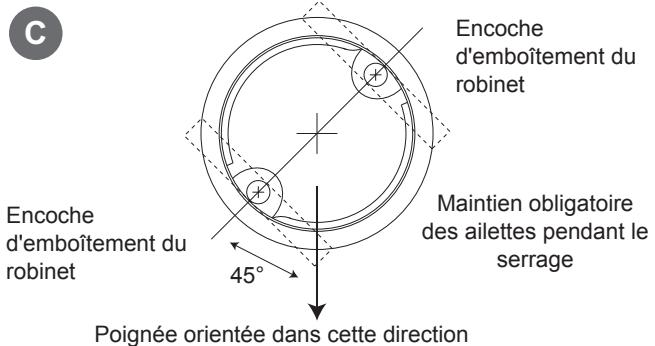

Figure 5
- C. Pour procéder à cette opération, regardez à travers le socle. Avant de serrer les boulons, déterminez l'angle de rotation correct du socle. La position finale de la poignée doit former un angle de 45° avec les têtes des boulons. Reportez-vous à la figure 5 pour déterminer la position la mieux adaptée à votre installation. Maintenez chacune des ailettes de fixation dans la position requise en passant par l'orifice ménagé dans le socle, tout en serrant successivement leurs boulons respectifs. Après l'entrée en contact de chacune de ces ailettes avec le dessous du plan de travail, leurs ressorts respectifs les maintiendront dans la bonne position. Ne serrez pas entièrement. Répétez l'opération pour le second boulon à ailettes. Vérifiez la position finale du socle et des boulons à ailettes. Serrez les deux boulons au même couple. NE SERREZ PAS EXAGÉRÉMENT. Ne serrez ces boulons qu'à un couple suffisant pour empêcher le socle de tourner lors de l'emboîtement du robinet.